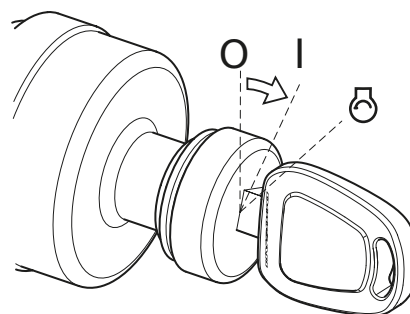

Figura 7
4. Gire el interruptor de arranque a la posición "I" (ON) (Figura 7).